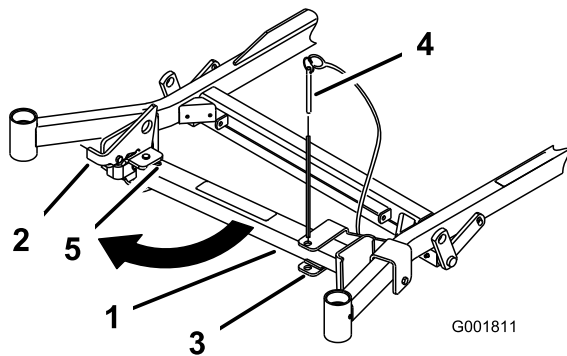
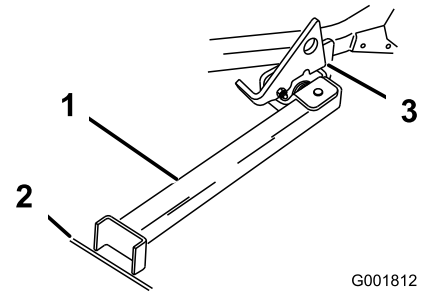

Figura 34
Figura 35
2. Togliete il perno dalla staffa (Figura 34).
3. Alzate il dispositivo di chiusura. Portate il piede del supporto sul davanti e spostate il supporto verso la macchina, nell'intaglio inferiore (Figura 34 e Figura 35).
6. Mettete a terra il piede del supporto ed appoggiate il dispositivo di chiusura sull'aletta orientabile (Figura 35).
Nota: Per ottenere risultati ottimali, appoggiate il piede del supporto nelle fessure del marciapiede o nel tappeto erboso (Figura 35).
8. Guidate sul supporto. Fermatevi quando il dispositivo di chiusura cade sull'aletta e si chiude (Figura 35). Una volta sul supporto, innestate il freno di stazionamento e spegnete il motore.
7. Riportate il supporto in posizione di riposo (Figura 34).